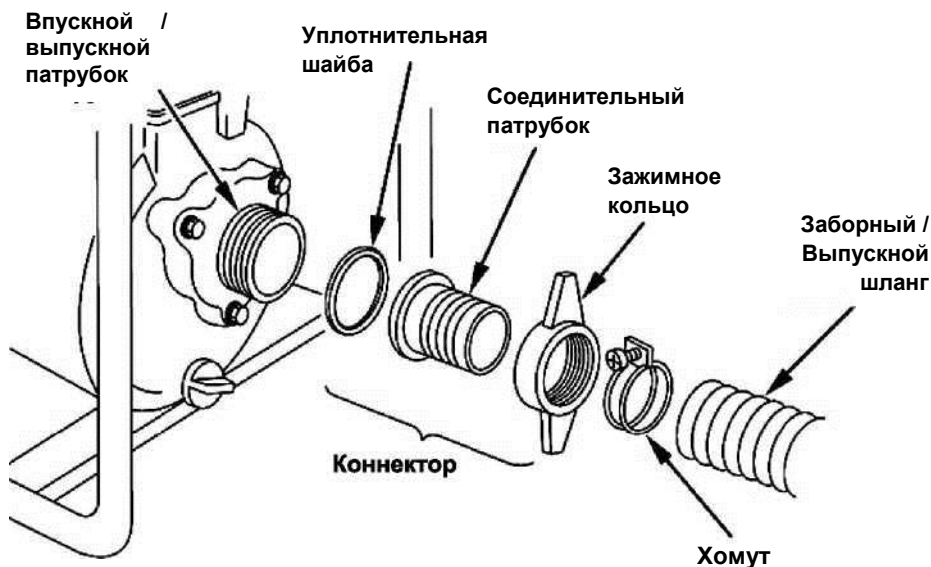

Рис. 3
- Подсоедините заборный шланг к патрубку при помощи зажимного кольца (соединительная гайка) и хомута (рис. 3).